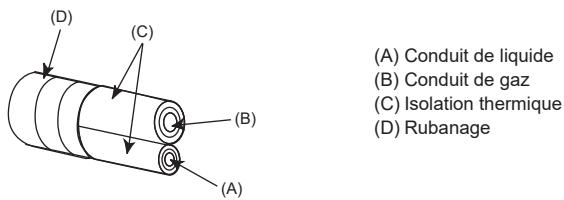
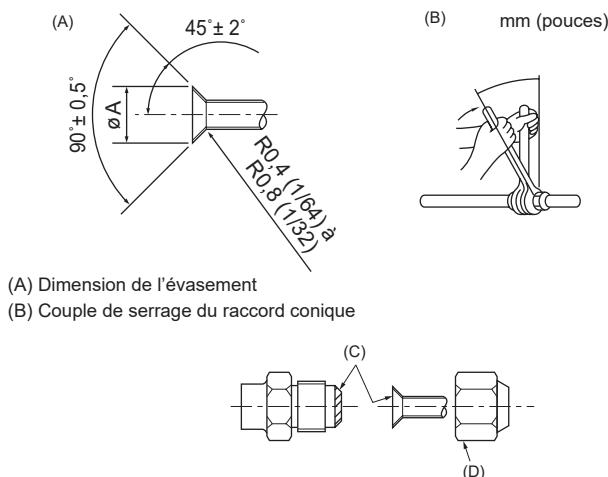

Fig. 4-1
Fig. 4-2
(A) (Fig. 4-1)
(B) (Fig. 4-1)
4.2. Connexion des tuyaux (Fig. 4-1, Fig. 4-2)
En cas d'utilisation de tuyaux en cuivre disponibles sur le marché, isoler séparément les tuyaux de liquide et de gaz avec un matériau isolant vendu dans le commerce (résistant à une température de 100°C , 212°F ou plus, et d'une épaisseur de 12 mm, $1/2$ pouce ou plus). (Fig. 4-1)
[Fig. 4-2]